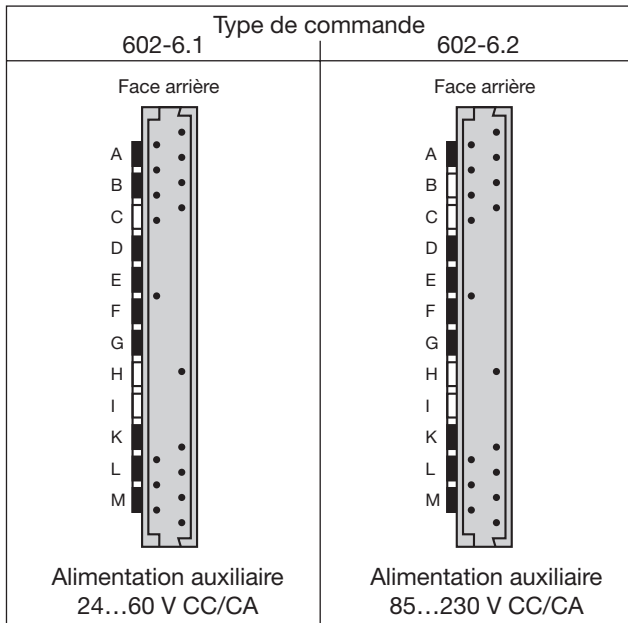

Fig. 3. Codage du module embrochable SIRAX PT 602.
**i** En cas de risque d'embrocher les appareils dans une place inappropriée, la norme EN 50 020, chapitre 6.3.2 prescrit l'élimination de ce risque. **A cette fin, les modules embrochables SIRAX comportent d'office des bouchons de codage selon Fig. 3.**